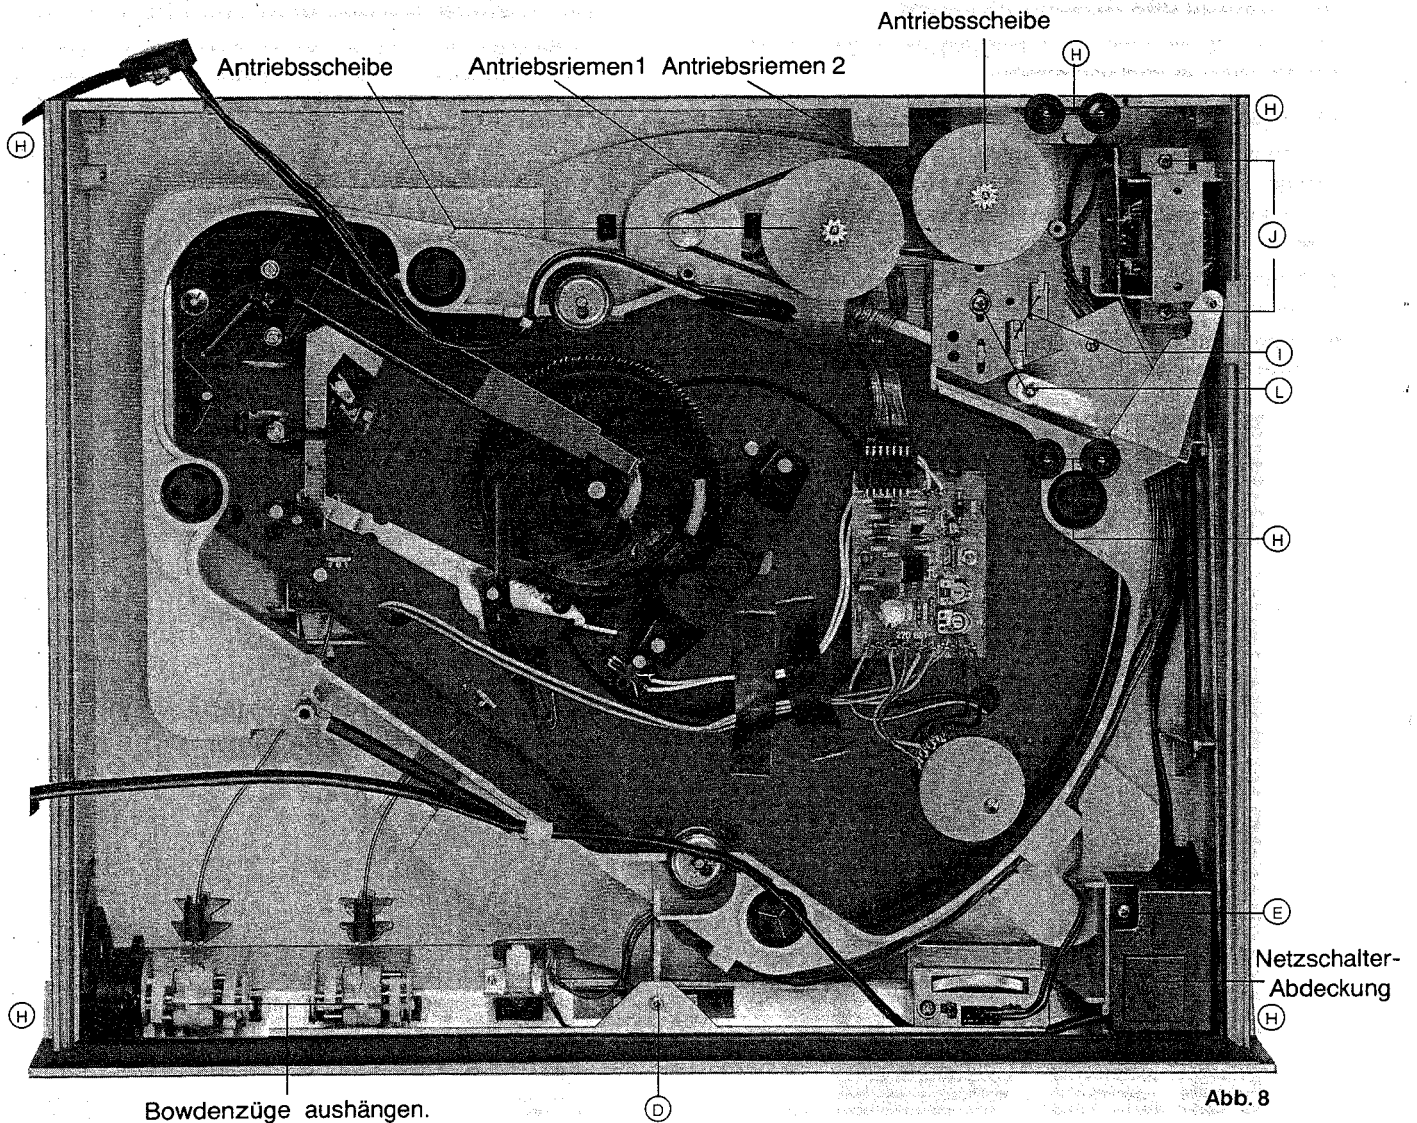

Abb. 8
16. Auswechseln des Schubladenmotors (Abb. 8 und 9)
17. Auswechseln der Bedienungstasten und des Pitch-Reglers (Abb. 8)
Die Rollen (H) im Rahmen und am Schlitten sind nur lose aufgesteckt. (Abb. 8)
19. Auswechseln des Endschalters (Abb. 8)
2. Schraube (L) herausdrehen (Stellung im Langloch vorher markieren, sonst neue Justage erforderlich, siehe Pkt. 25) und Platte herausheben.
3. Endschalter (I) auslöten.
20. Auswechseln der Antriebsriemen und der Antriebsscheiben (Abb. 8)
21. Auswechseln des Netztrafos (Abb. 8)
24. Einbau des Schlittens (Abb. 8 und 10)